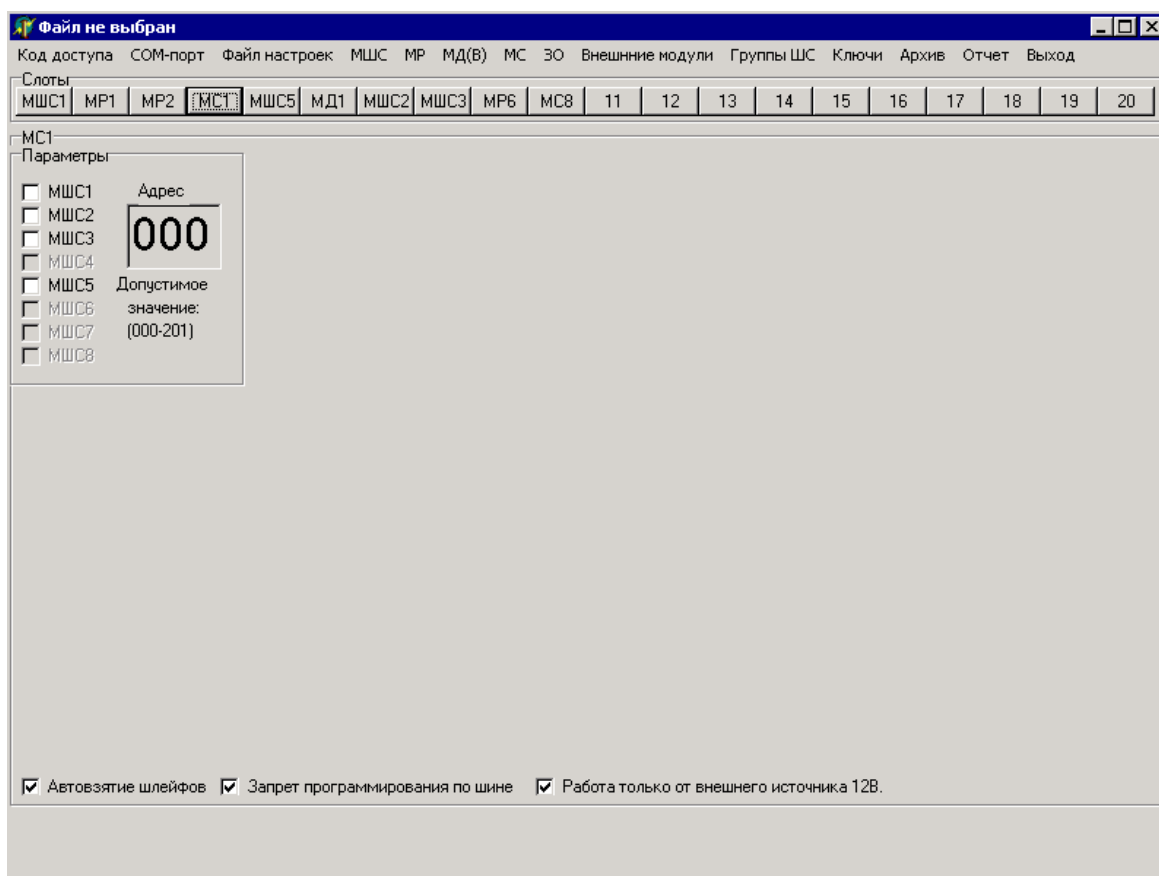

Рисунок 11
Панель каждого МС содержит список МШС и поле для ввода кода (адреса) линии, подключенной к данному МС (рисунок 11):
2.1.3.8 При программировании любого МС прибора в списке, состоящем из восьми МШС (максимально возможное для обслуживания одним прибором количество МШС), доступными для программирования являются те МШС, которые реально включены в конфигурацию прибора (рисунок 11).